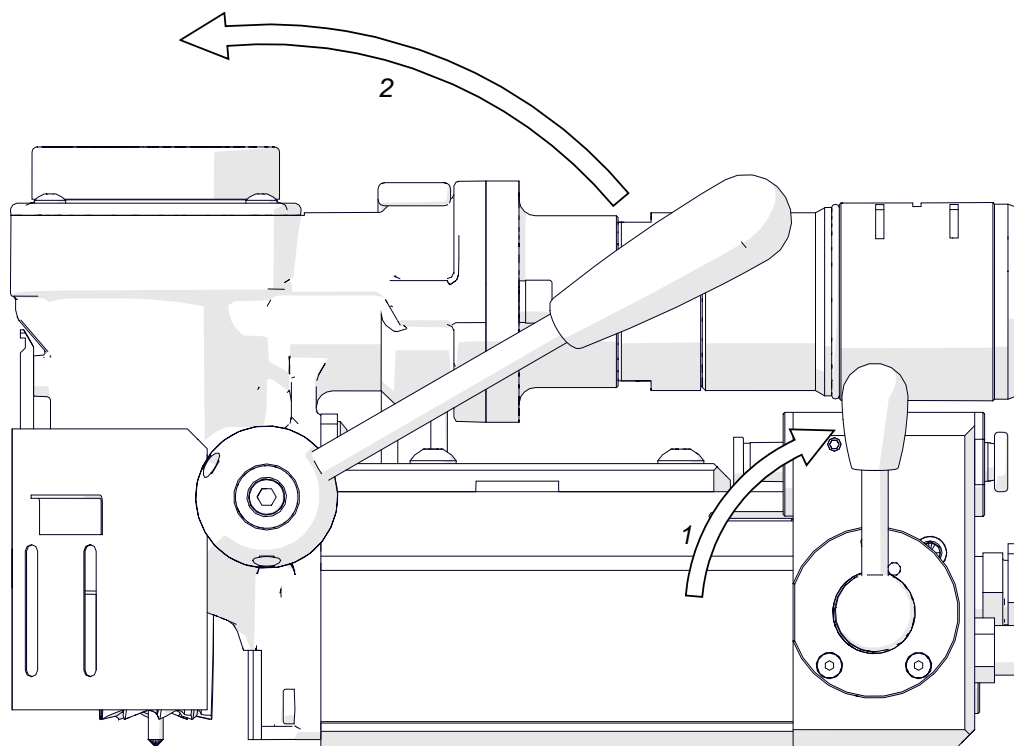

Рис. 8 Включение привода машины.
Включить привод машины, установив рукоятку двигателя в положение MOTOR вертикально (1, рис. 8), после чего поворачивая рукоятку подачи влево (2), опустить фрезу к обрабатываемой поверхности. Далее осторожно начать процесс сверления, сохраняя постоянное усилие на рукоятку. Отверстие выполнять за один проход.